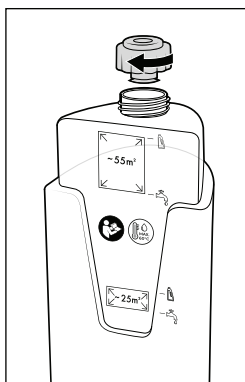

Fig. 10
- ♦ Vuelva a enroscar el tapón de cierre del depósito de agua limpia ❶ (consulte la fig. 10).